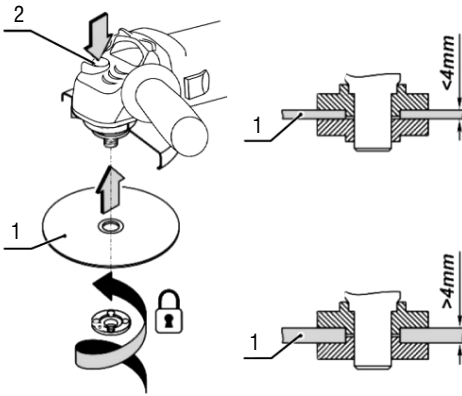

Fig. 5 – Montaje del disco en la máquina
3. Coloque el disco (1);
4. Coloque la tuerca, para discos con espesura inferior a 4 mm coloque la prominencia de la arandela para el lado externo y para discos con espesura superior a 4 mm coloque la prominencia orientada hacia dentro (lado del disco), Fig. 5;